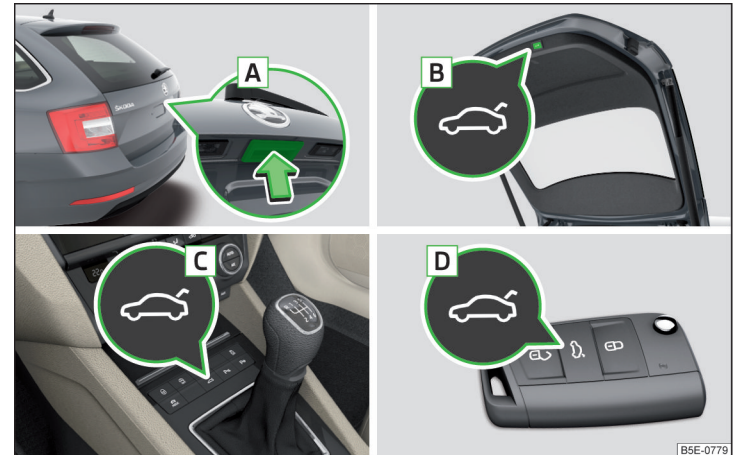

Abb. 59 Klappenbedienung
- ▶ Durch das Drücken des Griffs **A** » Abb. 59.
- ▶ Durch das Drücken der Taste **B** » Abb. 59.
- Die Taste **B** » Abb. 59 auf Seite 69 gedrückt halten, bis ein akustisches Signal ertönt.
| Die Klappe reagiert nicht auf ein Öffnungssignal                  | Entfernen eines eventuellen Hindernisses (z. B. Schnee), erneutes Öffnen der Klappe » Seite 69Drücken des Griffs A » Abb. 59 auf Seite 69 und Ziehen der Klappe nach oben |